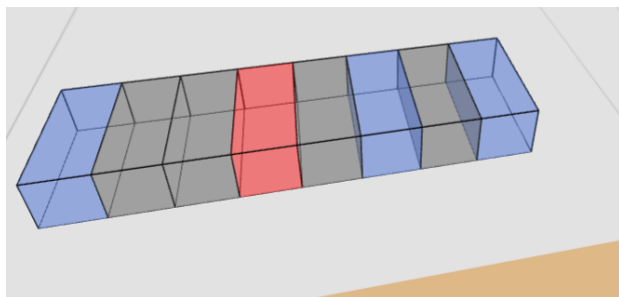

Figura 16 Selezione di un bin_G
- cliccare il pulsante **Informazioni** ⓘ (Figura 16) presente nella lista dei bin_G di una zona_G specifica (Sezione 3.5.2);